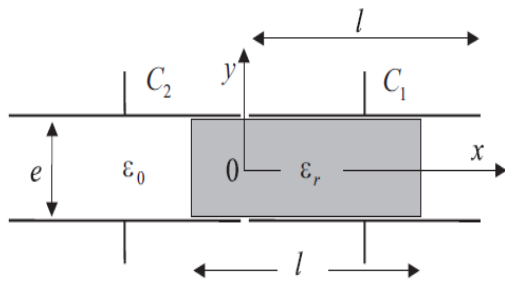

Figure 2 - Condensateur à diélectrique glissant
On considère la structure de la figure 2, constituée de deux condensateurs plans identiques C_1 et C_2 , de surface carrée ou rectangulaire d'aire A , entre les armatures desquelles se déplace selon l'axe x un noyau diélectrique de permittivité relative ϵ_r .
3. Les deux condensateurs sont montés dans un circuit en pont selon le schéma de la figure 2. Exprimer la tension différentielle de mesure V_{mes} en fonction de x, l, ϵ_r et V_g .